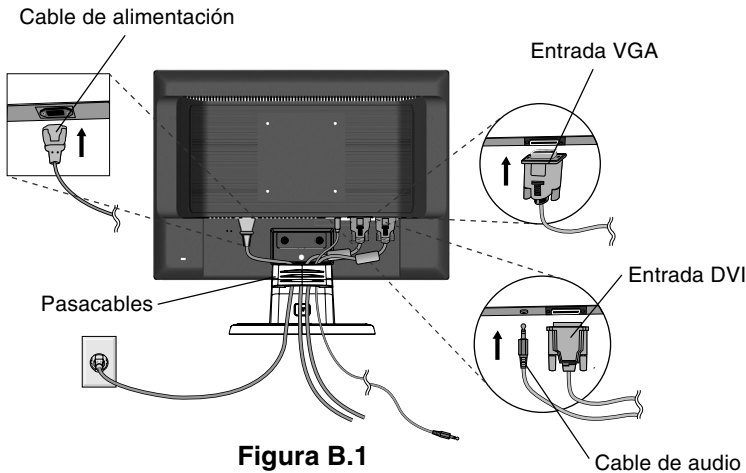

Figura B.1
3. Conecte un extremo del cable de alimentación al monitor y el otro a la toma de corriente. Use el pasacables para colocar juntos el cable de señal de vídeo, el cable de audio y el cable de alimentación (**figura B.1**).
Conecte el pasacables a la base. Inserte los corchetes del pasacables en los orificios situados en la parte posterior del soporte y deslice el pasacables hacia abajo hasta que encaje en su sitio (**figura B.1**).